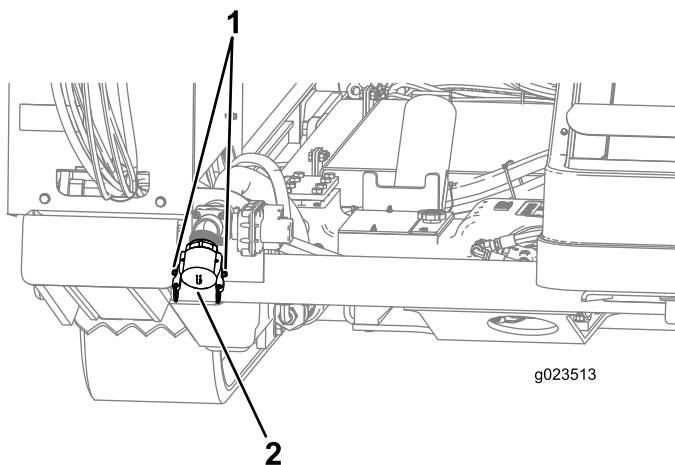

Figura 76
1. Levante os engates cam-lock da tampa da sucção da bomba e retire a tampa (Figura 76).